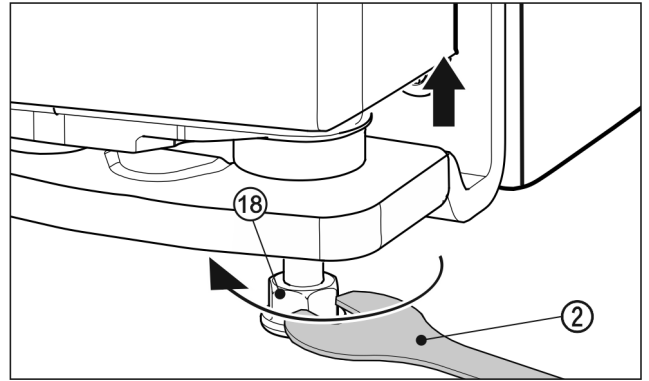

Fig. 23
- Zum Anheben der Tür den Stellfuß Fig. 23 (18) mit dem beiliegenden Gabelschlüssel Fig. 23 (2) rechtsherum bis Kontakt auf Fussboden herausdrehen. Dann weiter drehen bis die Tür in der Höhe verstellt ist. Im Auslieferungszustand ist der Lagerbolzen ganz eingedreht.